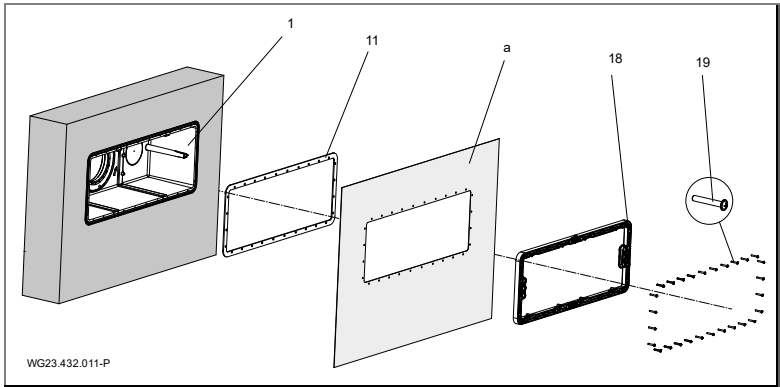

Fig. 7
Per l'impermeabilizzazione della parete in calcestruzzo, si consiglia di creare un anello circonferenziale di resina epossidica/sabbia di quarzo sulla parete esterna dell'alloggiamento (1) sul lato della vasca. Vedere "Fig. 7" a pagina 25.
1. Profondità di montaggio: Il centro del corpo da murare (1) deve trovarsi a 35 cm sotto il livello dell'acqua.
3. Bloccare i listelli di supporto (17) tra le due sovrapposizioni del lato interno dell'alloggiamento.
4. Premere manualmente la guarnizione del profilo (11) senza esercitare trazione lungo la scanalatura dell'alloggiamento (1) (fissare con una goccia di colla istantanea sul lato inferiore).
5. Inserire la guarnizione a sezione circolare (16) nella scanalatura dell'alloggiamento.
6. Allineare il corpo da murare (1) con la marcatura "OBEN/UP/HAUT" (IN ALTO) e fissare sulla cassaforma con le viti autofilettanti (19).